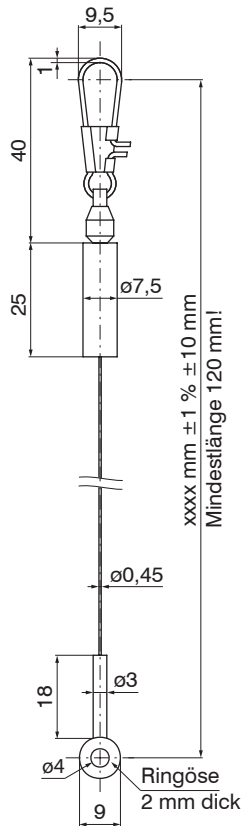

Abb. 10 Seilverlängerung WE-xxxx-CLIP, Maße in mm, nicht maßstabsgetreu
- WE-xxxx-CLIP Seilverlängerung mit Seilhaken und Ringöse, siehe Abb. 10, für xxxx Seillänge in mm (max. 10.000 mm) einsetzen